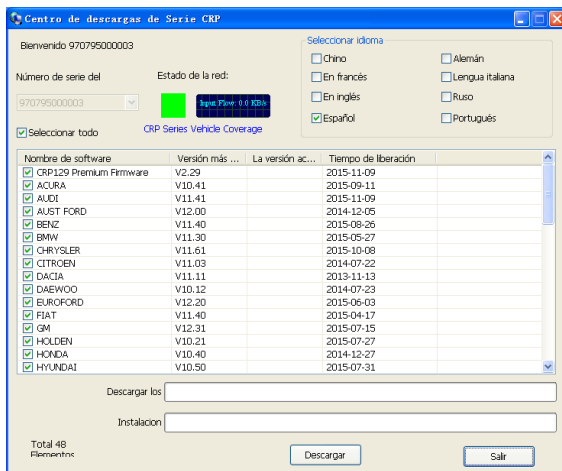

Figura 7-7
10. Re-abra la actualización de Suite de CRP y seleccione las actualizaciones que podría realizar o haga clic [Seleccionar Todo] y haga clic [Descarga]. (Figura 7-7)